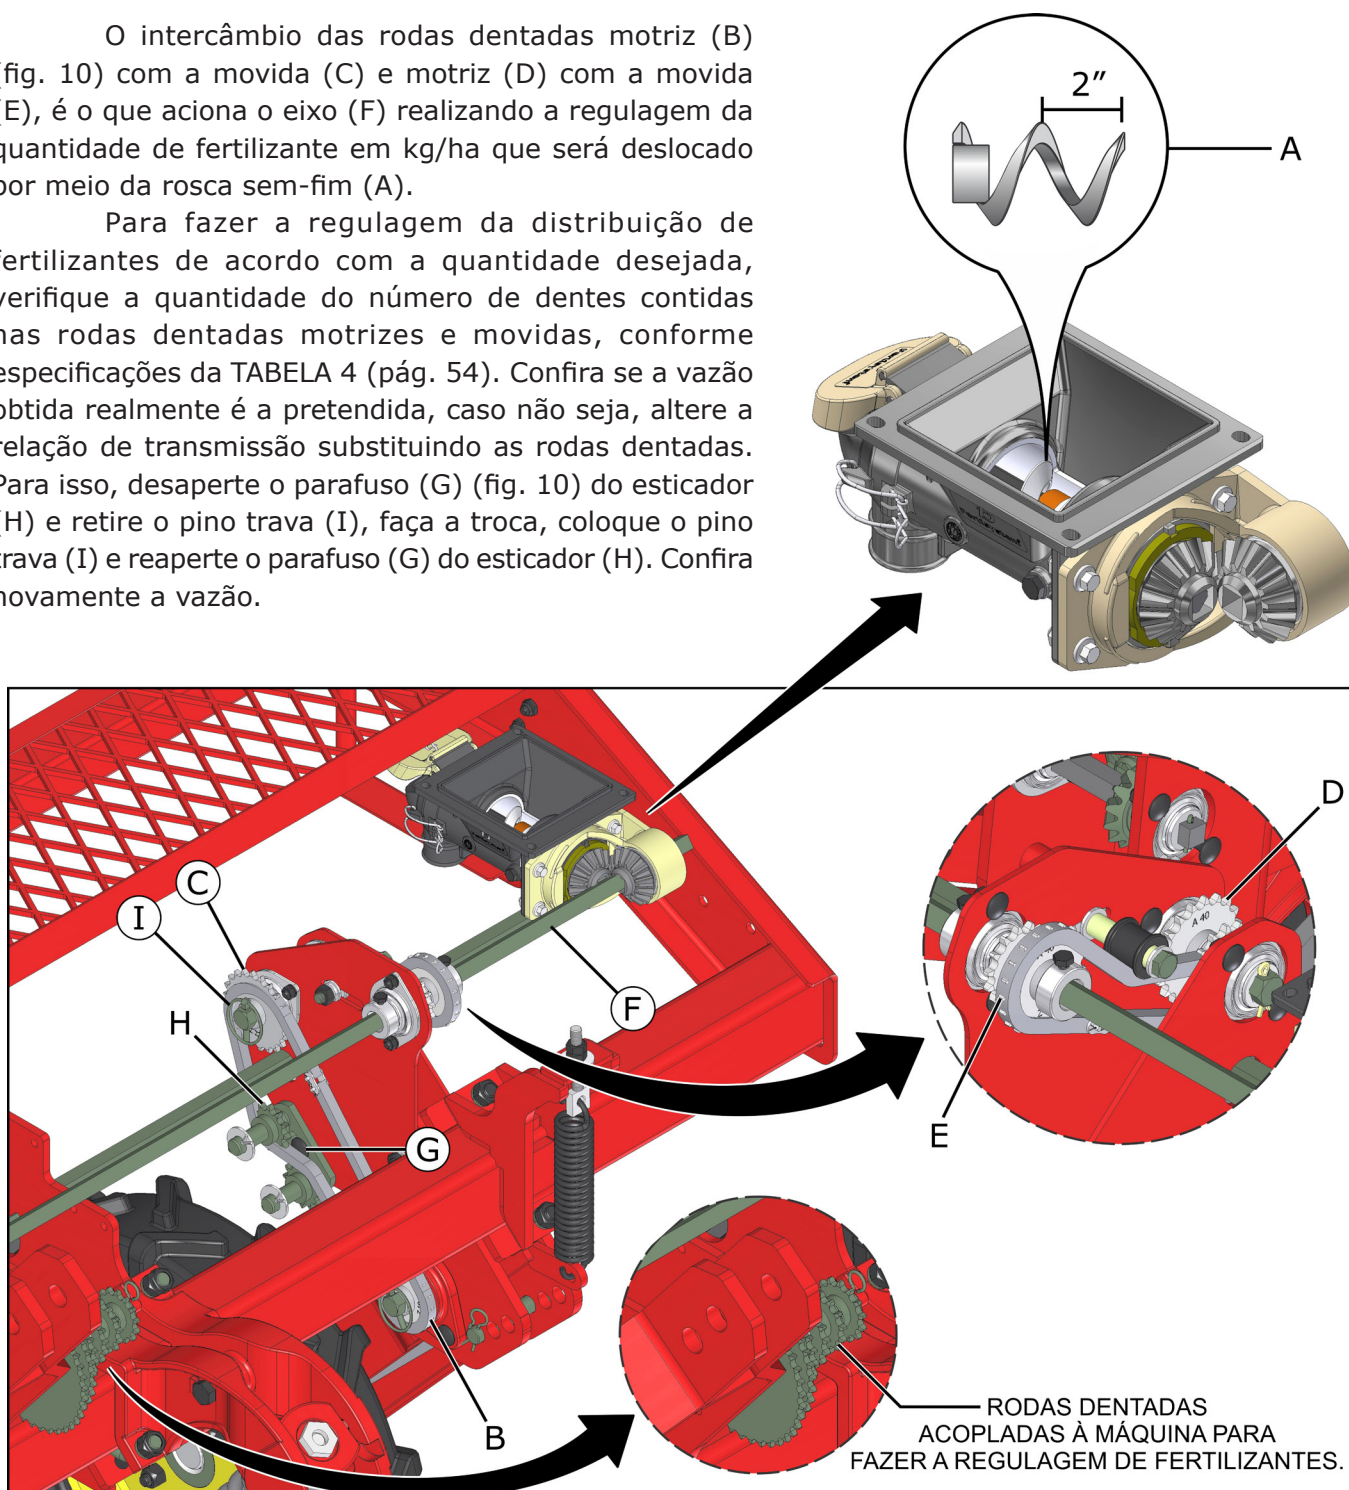

fig. 10
O intercâmbio das rodas dentadas motriz (B) (fig. 10) com a movida (C) e motriz (D) com a movida (E), é o que aciona o eixo (F) realizando a regulagem da quantidade de fertilizante em kg/ha que será deslocado por meio da rosca sem-fim (A).
Para fazer a regulagem da distribuição de fertilizantes de acordo com a quantidade desejada, verifique a quantidade do número de dentes contidas nas rodas dentadas motrizes e movidas, conforme especificações da TABELA 4 (pág. 54). Confira se a vazão obtida realmente é a pretendida, caso não seja, altere a relação de transmissão substituindo as rodas dentadas. Para isso, desaperte o parafuso (G) (fig. 10) do esticador (H) e retire o pino trava (I), faça a troca, coloque o pino trava (I) e reaperte o parafuso (G) do esticador (H). Confira novamente a vazão.